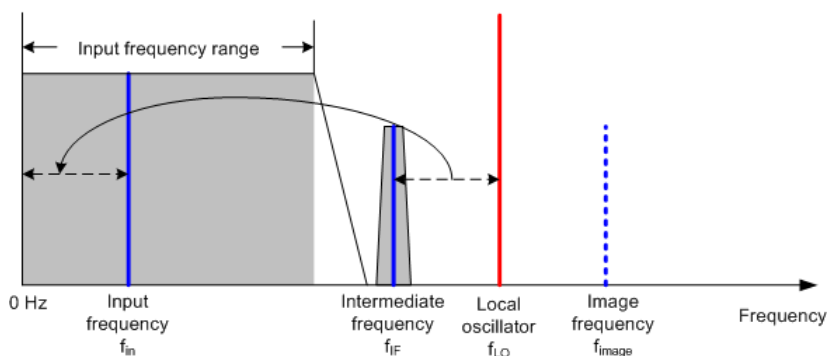

Abbildung 9-3: Mischvorgang
Der Mischer setzt das HF-Signal in eine feste Zwischenfrequenz (ZF) um. Dieser Vorgang läuft üblicherweise in mehreren Stufen ab. Er ist erst beendet, wenn Sie eine Zwischenfrequenz erhalten, für die gute Schmalbandfilter verfügbar sind. Der R&S ZVH benötigt drei Mischstufen, um eine Zwischenfrequenz zu erhalten, die das Filter verarbeiten kann. Abbildung 9-3 zeigt eine grafische Darstellung des Mischvorgangs.